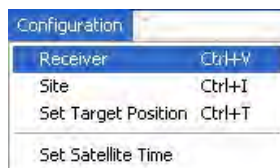

Рисунок 22. Configuration->Receiver
3. Нажмите *Configuration* ► *Receiver* (Рис. 22).